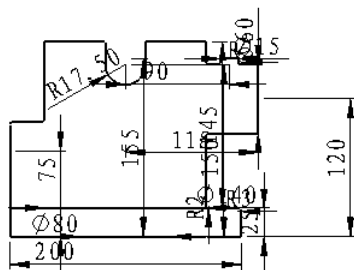

图 6.3.2 使用“模型项目”标注尺寸
Step5. 单击“模型项目”对话框中的“完成”按钮，完成模型项目标注，尺寸如图 6.3.2 所示。